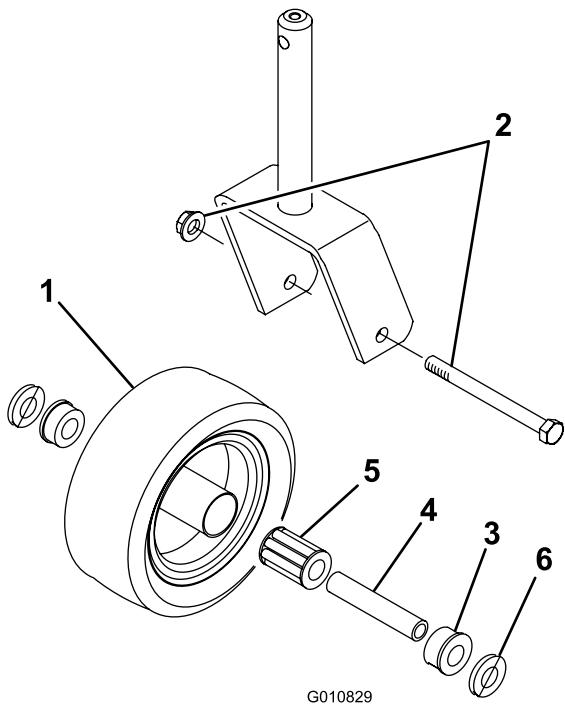

Figura 22
- Retire a porca de bloqueio do parafuso que fixa o conjunto da roda giratória, no respectivo suporte (Figura 22).
- Casquilho (2)
- Empurre o casquilho da vara de ligação para fora do cubo da roda (Figura 22).
- Pressione o outro casquilho contra a extremidade aberta do cubo da roda para encaixar o respectivo casquilho dentro do cubo da roda (Figura 22).